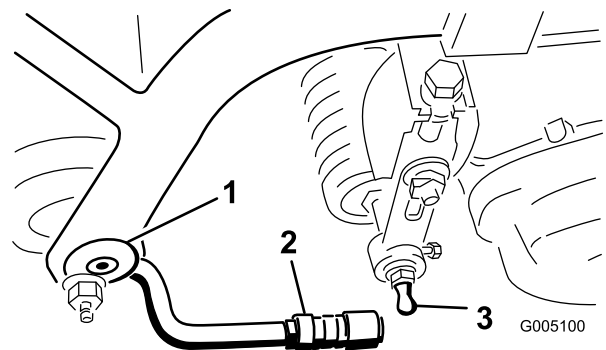

Bild 11
2. Bringen Sie an jedem Ende der Frontrolle an den Mähwerken einen Kugelbolzen an (Bild 11).
4. Schieben Sie die Hülse am Kugelgelenk zurück und drehen die Zugarme so nach unten, dass der Sechskantschlüssel über den Kugelbolzen passt. Lösen Sie die Hülse, sodass sie über den Bolzen geht und die Teile miteinander verbindet (Bild 11).